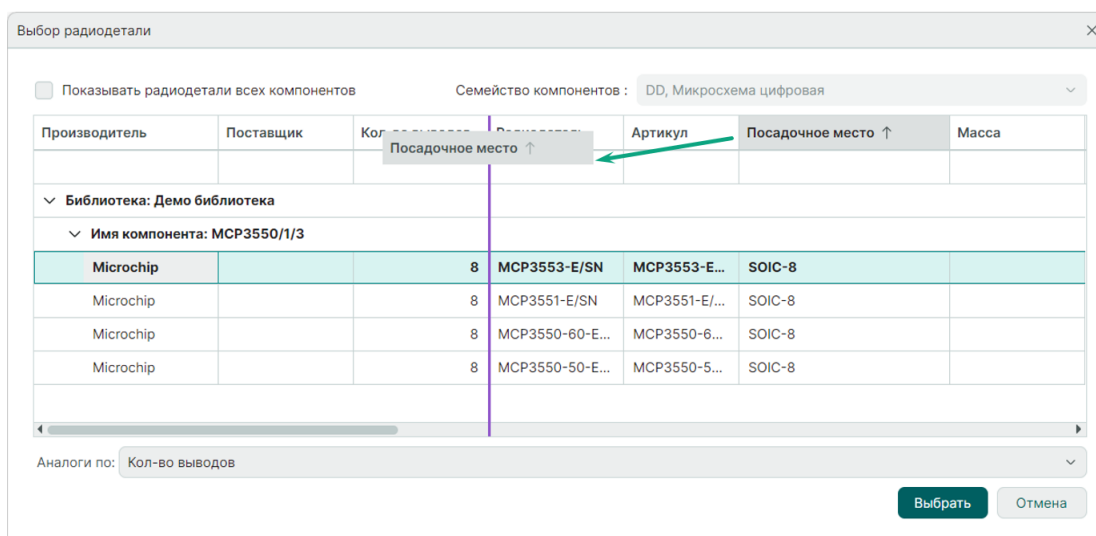

Рис. 107 Перемещение столбцов
1. Перемещение столбцов внутри таблицы возможно выполнить с помощью механизма «drag-and-drop». Для перемещения столбца зажмите его заголовок левой кнопкой мыши и переместите в нужное место. Возможное место расположения будет обозначено линией фиолетового цвета, см. Рис. 107.